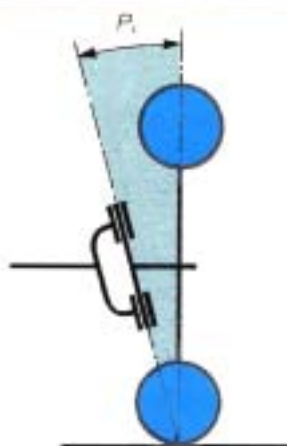

Figure 17.14 • Angle d'inclinaison de pivot : P_1 .
- des axes de pivot, par leur inclinaison (figure 17.14).
2. Inclinaison de l'axe de pivot. L'angle d'inclinaison de pivot est l'angle formé par la verticale au sol et l'axe de pivot dans le plan transversal du véhicule (figure 17.14).